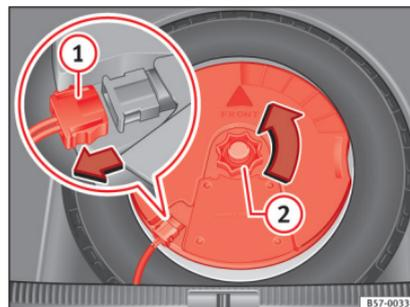

Abb. 211 Im Gepäckraum: Subwoofer ausbauen.
- Klemmen Sie das *Subwoofer*-Lautsprecherkabel ab » **Abb. 211** ①.
- Drehen Sie das Befestigungshandrad entgegen dem Uhrzeigersinn heraus » **Abb. 211** ②.